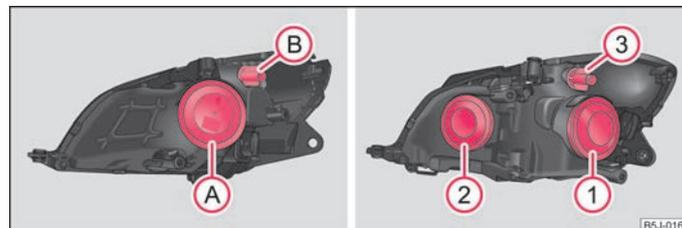

Abb. 152 Einbaulage der Lampen: Halogen-Scheinwerfer / Halogen-Projektorscheinwerfer
Positionen der Glühlampen im Halogen-Scheinwerfer → Abb. 152 links und im Halogen-Projektorscheinwerfer → Abb. 152 rechts.
- Nehmen Sie die Schutzkappe ab ① ⇒ Abb. 152.
- Nehmen Sie die Schutzkappe ab ① ⇒ Abb. 152 rechts.
- Nehmen Sie die Schutzkappe ab ② ⇒ Abb. 152 - rechts.
- Drehen Sie die Fassung ② ⇒ Abb. 152 bzw. die Fassung ③ nach links und nehmen Sie diese zusammen mit der Glühlampe für Blinklicht heraus.
- Nehmen Sie die Schutzkappe ab ① bzw. ② ⇒ Abb. 152.